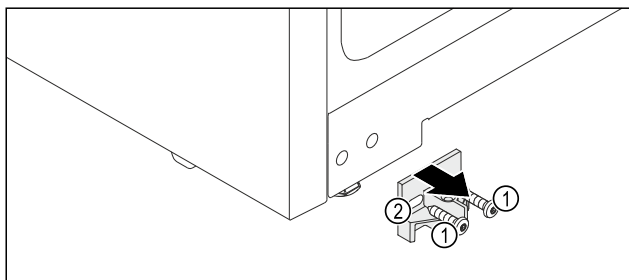

Fig. 12
- Dévisser les vis Fig. 12 (1).
- Retirer la pièce de retenue Fig. 12 (2) par l'avant.